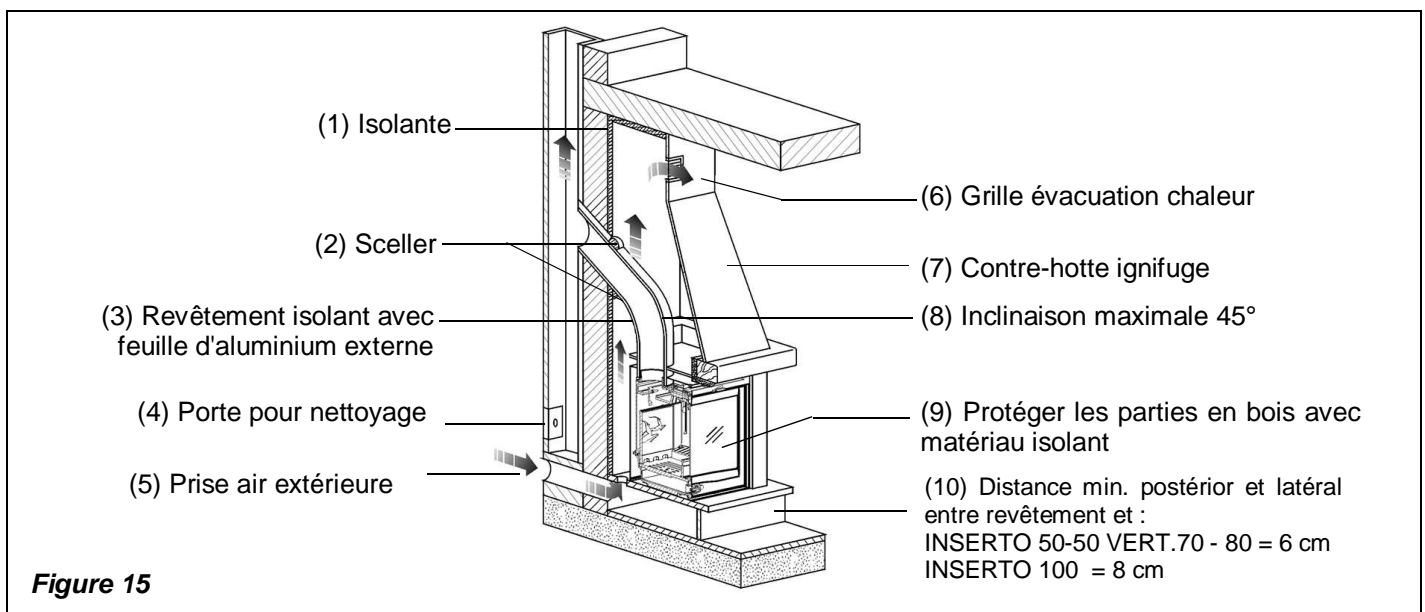

Figure 15
La grille évacuation chaleur (Figure 15 pos. 6) se trouve sur la parte supérieure du manteau à 20 cm du plafond. Cette grille **doit être toujours installée** car sa fonction est de permettre la sortie de la chaleur accumulée dans l'ambiance (surpression).
- Dans le cas où l'apport d'air serait obtenu par des ouvertures communicantes avec des locaux adjacents, il faut éviter les prises d'air reliées à garages, cuisines, bains et centrales thermiques (v. Figure 15).